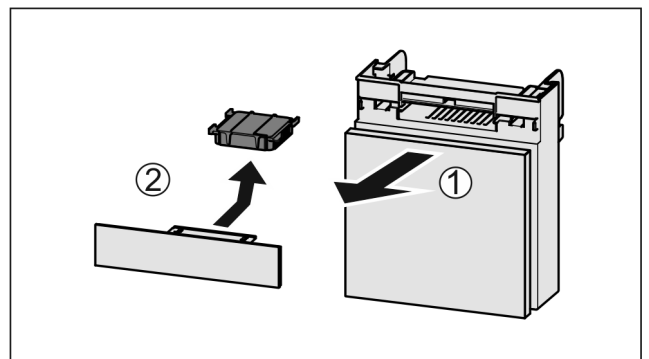

Fig. 99
- ▶ Retire el compartimiento hacia delante Fig. 99 (1).
- ▶ Retire el filtro de carbón activo Fig. 99 (2).